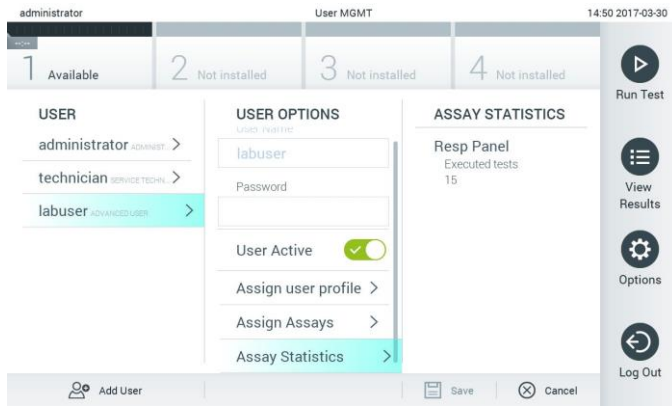

Figura 51. Vizualizarea statisticii testelor.
- **Assay Statistics** (Statistică teste): Indică de câte ori a fost rulat un test de către utilizatorul selectat (Figura 51).